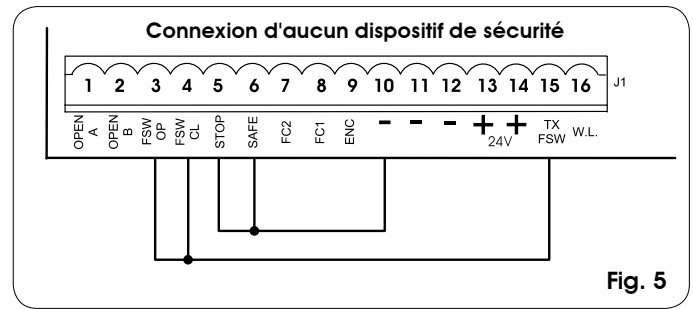

Fig. 5
**N.B. Si on n'utilise aucun dispositif de sécurité, ponter les bornes d'après la fig. 5.**
**Nota bene:** Si on ne connecte aucun dispositif de sécurité en ouverture, pointer les entrées **FSW OP** et **-TX FSW** (fig. 5).
**Nota bene:** Si on ne connecte aucun dispositif de sécurité en fermeture, pointer les bornes **FSW CL** et **-TX FSW** (fig. 5).
**Nota bene:** Si les dispositifs de sécurité bord ne sont pas connectés, pointer les entrées **SAFE** et **-**. (fig. 5).